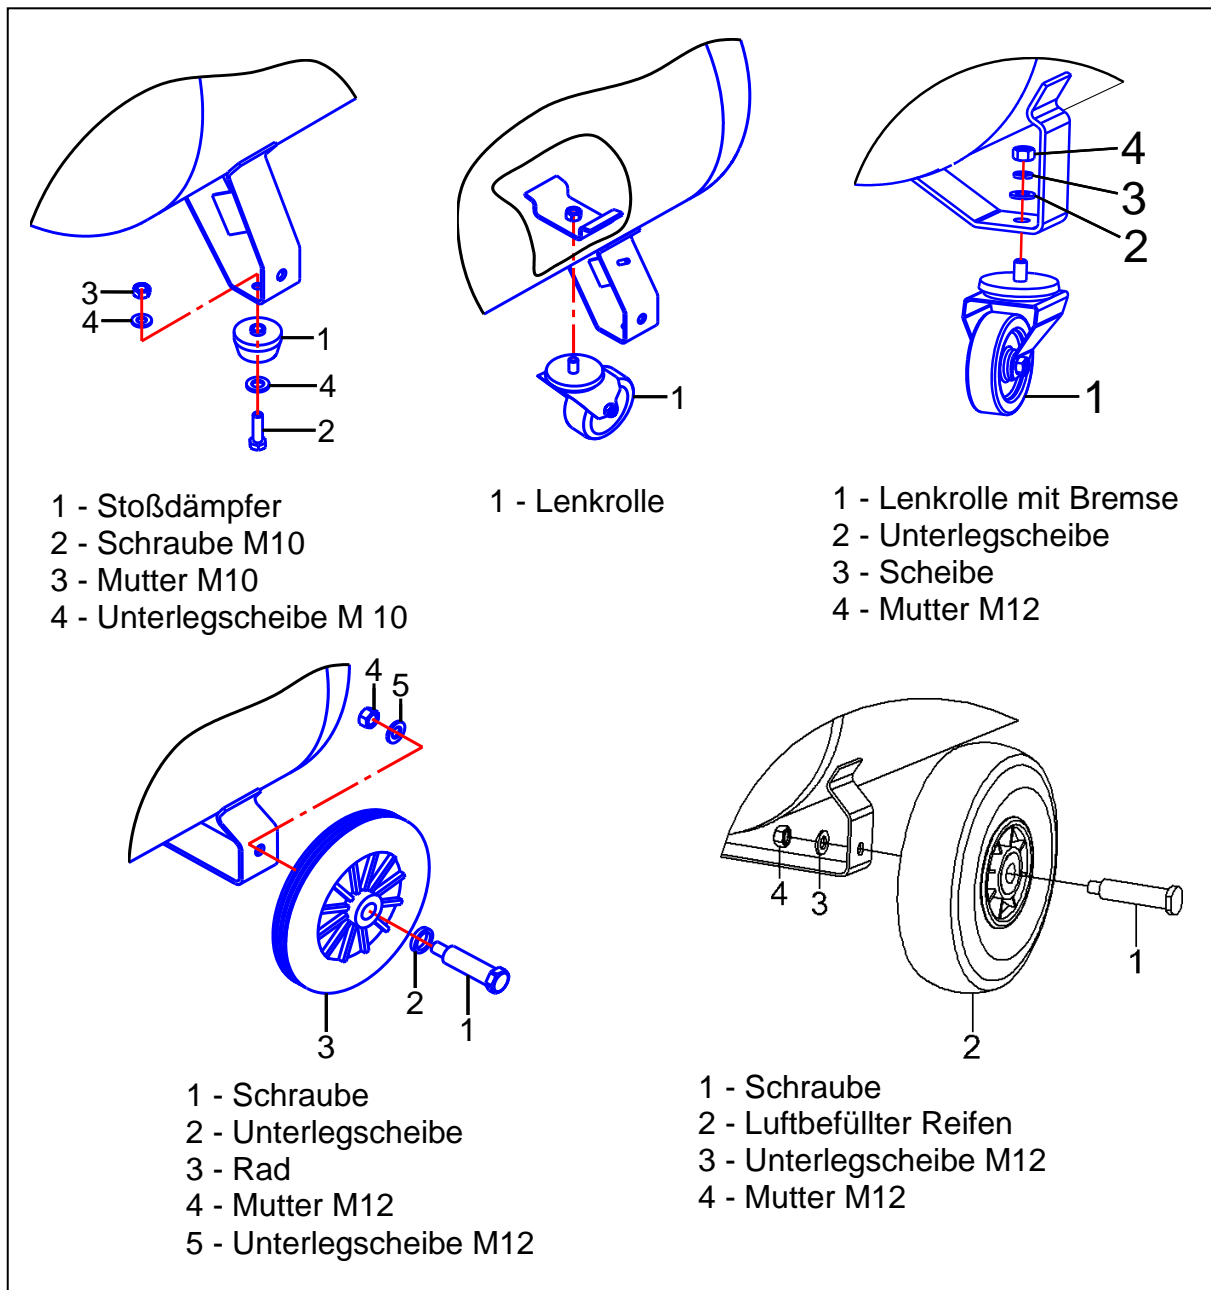

Abbildung 1
6.3.4 Die abnehmbaren Räder oder Gummistoßdämpfer müssen an den Stützen des Druckbehälters, wie in der **Abbildung 1** dargestellt, montiert werden.